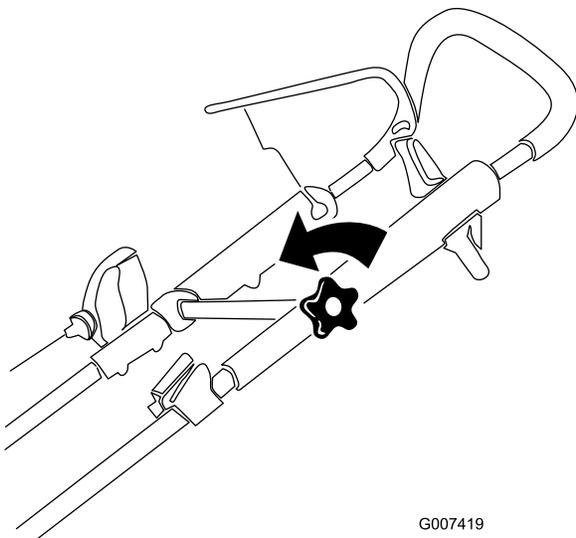

Рисунок 16
1. Ослабьте головку верхней части рукоятки (Рисунок 16).